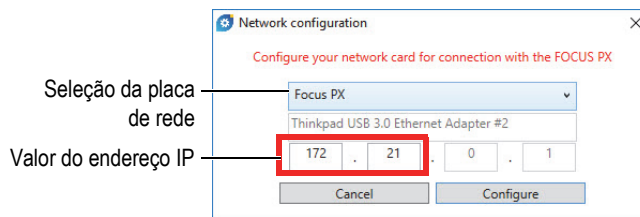

Figura 5-3 Selecionar uma placa de rede para configuração
- Na caixa de diálogo **Network configuration** (configuração de rede), selecione a placa de rede utilizada para se comunicar com o FOCUS PX (veja Figura 5-3 na página 25).